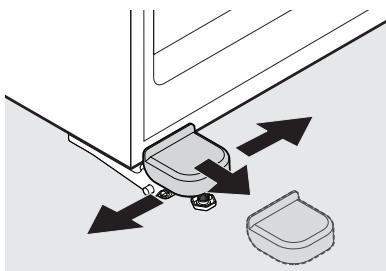

Figura 4
- Retire la cubierta de la bisagra doblando con cuidado las lengüetas de la cubierta hacia afuera mientras tira de la cubierta hacia la parte frontal de la unidad (algunos modelos, vea la figura 4).